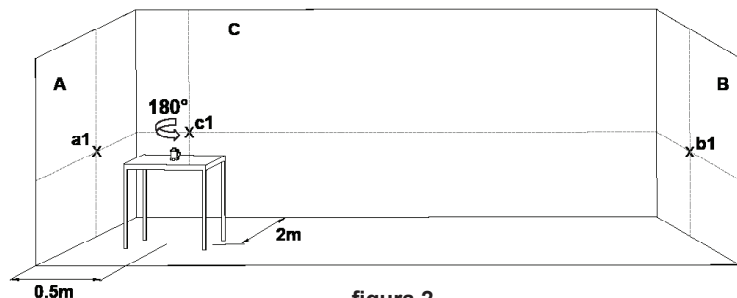

figura 2
- 7) Marcare come punto b1 l'incrocio delle linee sul muro B. (vedi figura 2).